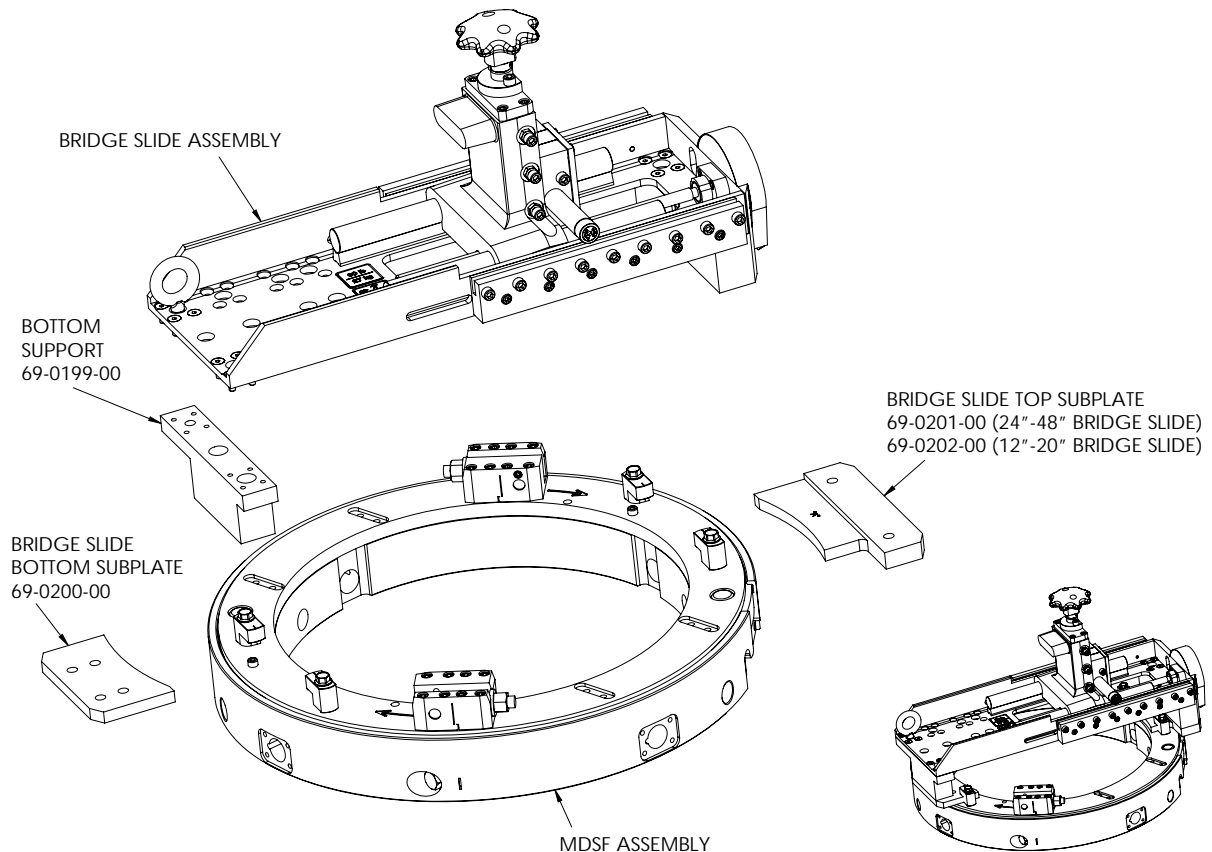

Abb. 8-2. Montieren Sie die Kopiereinheit an der MDSF wie dargestellt.
3. Montieren Sie die untere Anschlussplatte der Kopiereinheit an den Werkzeugschlitten-Montagegestellen der MDSF wie in Abb. 8-2 dargestellt.